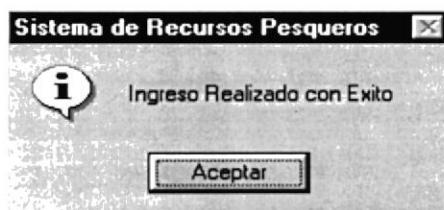

Figura 9.33 Mensaje de ingreso
2. Si se guarda un cliente nuevo se mostrará el siguiente mensaje (ver figura 9.33).